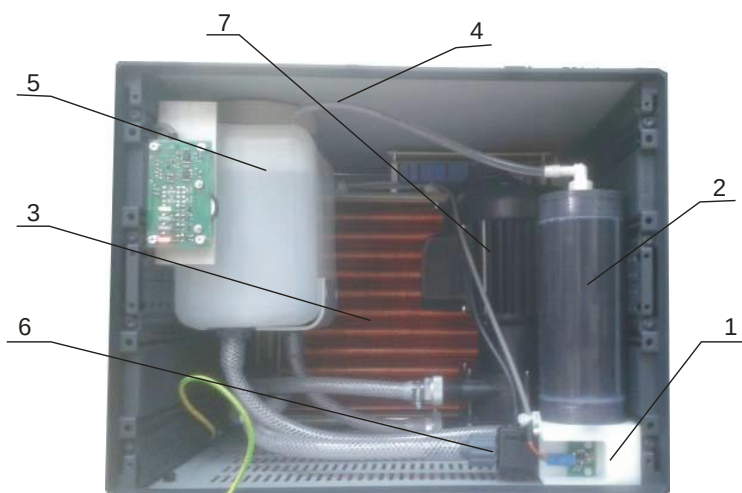

Рис.10. Замена деионизатора:
Слить воду. Отвинтив соответствующие винты снять переднюю панель СО – рис.10. вынуть из бака шланг (4), осторожно вывинтить картридж (2) из фланца (1). Установить новый деионизатор